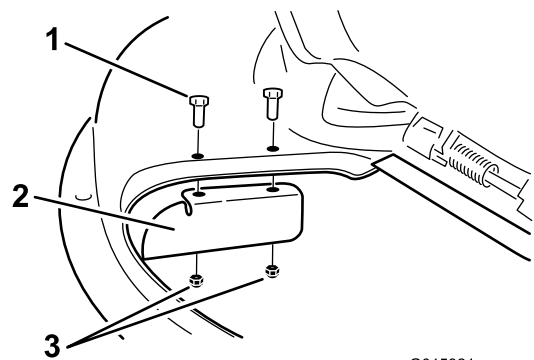

Bild 33
- Befestigen Sie das Versatzablenkblech mit zwei Schrauben (5/16 x 3/4 Zoll) und zwei Sicherungsmuttern (5/16 Zoll) am Mähwerk Bild 33.